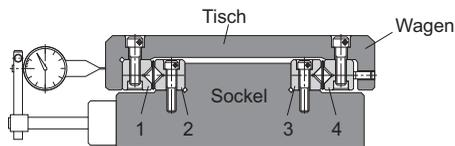

Abb.1 Installation der Kreuzrollenführung
- (3) Ordnen Sie den Sockel und die Tische wie in Abb.1 dargestellt an und führen Sie anschließend den Rollenkäfig vom Ende her ein. Ist ein Einschieben nicht möglich, weil das Spiel zu gering ist, verschieben Sie zunächst Schiene 4 in Richtung der Stellschrauben und wiederholen anschließend das Einsetzen des Käfigs.
- (4) Setzen Sie eine Messuhr gemäß Abb.1 an. Ziehen Sie anschließend alle Stellschrauben gleichmäßig an, bis fast kein Spiel mehr vorhanden ist. Drücken Sie dabei den Tisch leicht in seitlicher Richtung.
- (5) Montieren Sie den Anschlag am Schienende.
- (6) Bewegen Sie den Tisch und stellen Sie die Käfigposition auf den erforderlichen Hub ein.